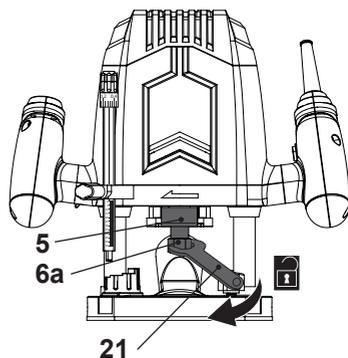

Рис. 3
- > Зажмите рычаг установки глубины (16).
- > Прижмите и удерживайте зажим шпинделя (5), пока раскручиваете зажимную гайку (6а) ключом (21) (Рис. 3).